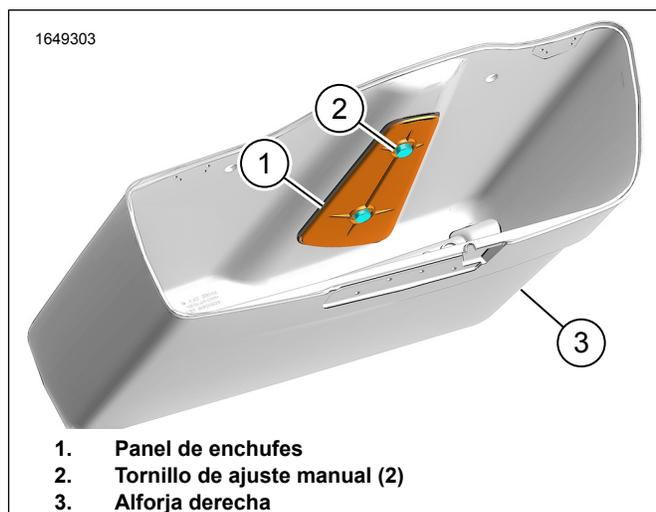

Figura 21. Panel de enchufes
- Consulte la Figura 21. Coloque el panel de enchufes (1) sobre el bisel interior.
- Instale los tornillos de ajuste manual (2). Apretar.